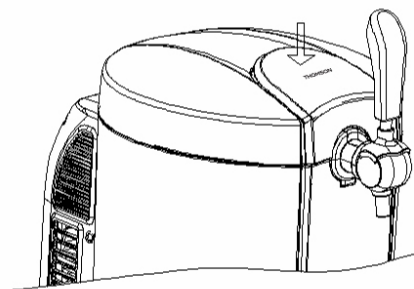

Figura 11
1. Abra la tapa superior presionando sobre el cierre de la tapa (Figura 11). Coloque una barril con el adaptador bien colocado en la cavidad de refrigeración (Figura 10).